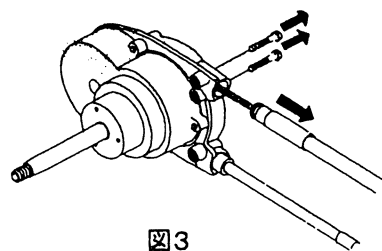

図3
(2) NFB4. 2
- ① 図3のようにヘルムの裏の2本の六角ボルトを緩めヘルムからケーブル本体を取外して下さい。